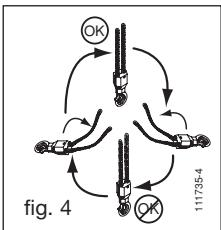

fig. 4
2. Kontrollera att lyftkättningen inte har vridit sig vid installationen. Detta gäller framför allt versionen med två löpare (se fig. 4).